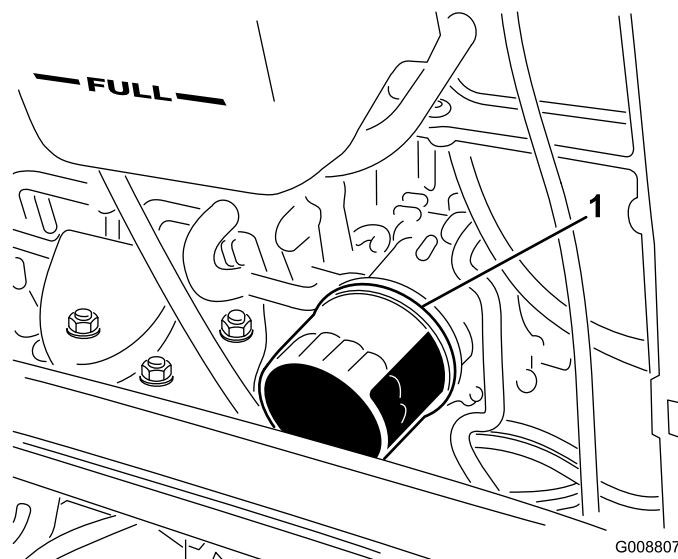

Figura 51
2. Togliete il filtro dell'olio (Figura 51). Applicare un velo di olio pulito sulla tenuta del nuovo filtro prima di avvitare. **Non serrate troppo.**